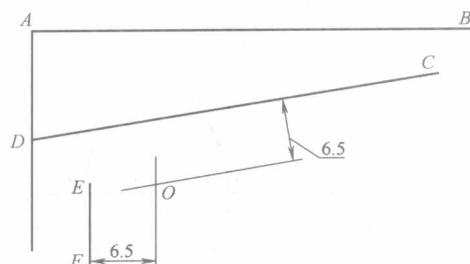

图 1-9 工字钢图形的绘制 (三)
- 1) 定圆心。分别作直线 DC 、 EF 的平行线，距离 $R = 6.5\text{mm}$ ，得交点 O ，即为连接弧的圆心。如图 1-9 所示。